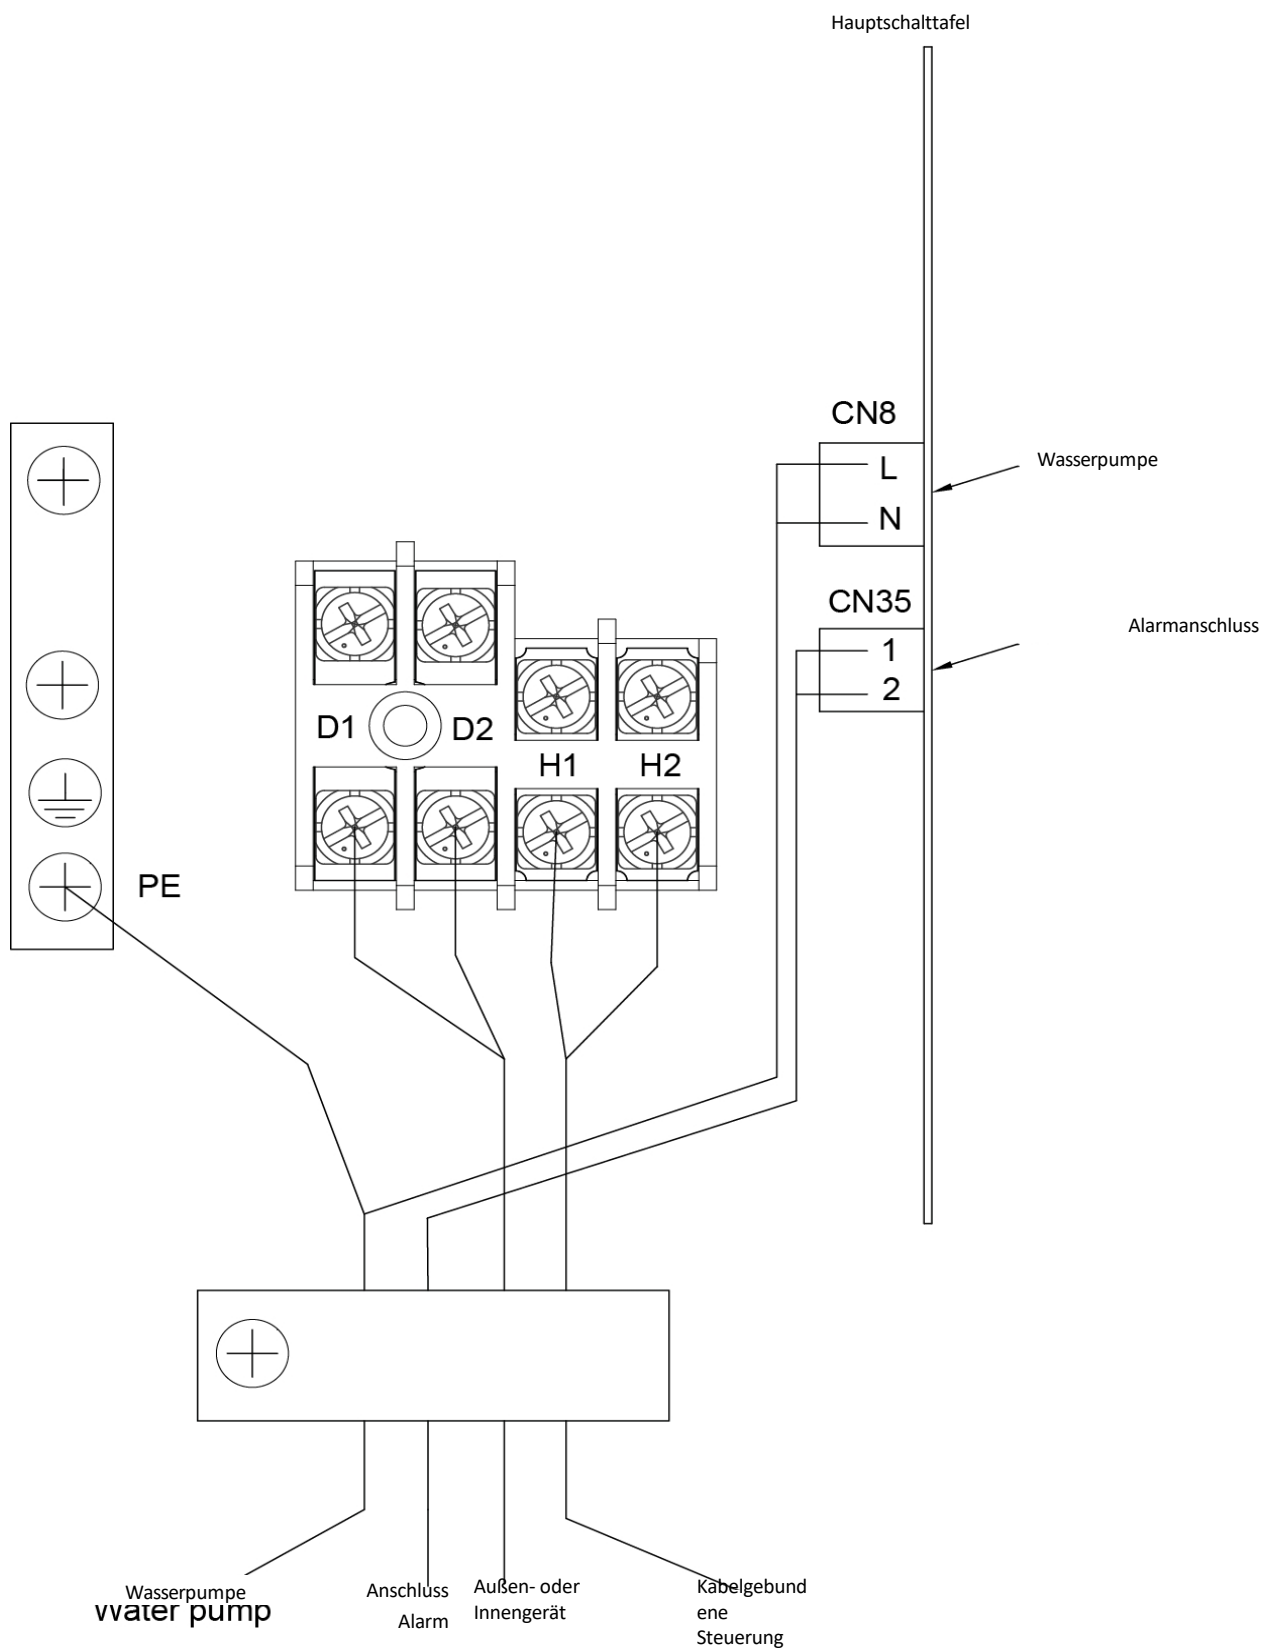

Abb. 5.7
- 3 Schließen Sie das Stromkabel der externen Wasserpumpe an die Klemmen L und N der Klemme CN8 auf der Hauptplatine an; schließen Sie das Alarmkabel an die Klemmen 1 und 2 der Klemme CN35 an (siehe Abb. 5.7).